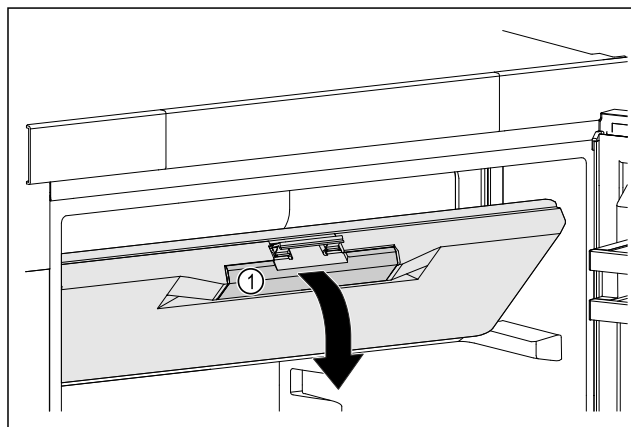

Fig. 46
- Haarake külmkambri ukse haardesüvendist Fig. 46 (1) kinni.